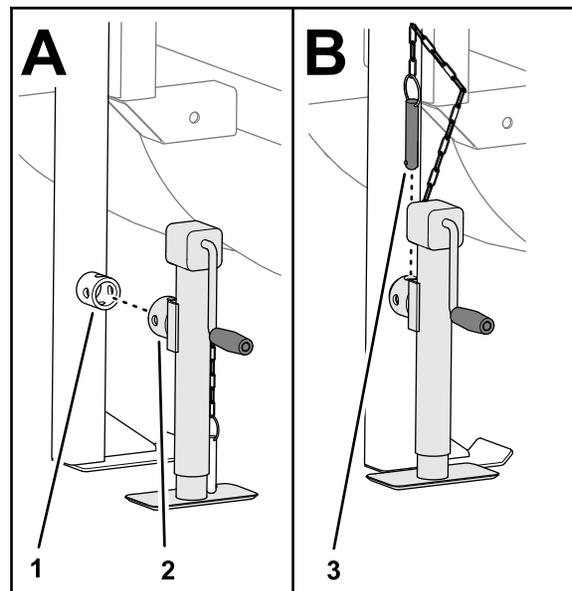

Bild 24
2. Montieren Sie die Stützstange senkrecht auf dem hinteren Achsständer und sichern Sie die Stützstange mit dem Stift (Bild 24).